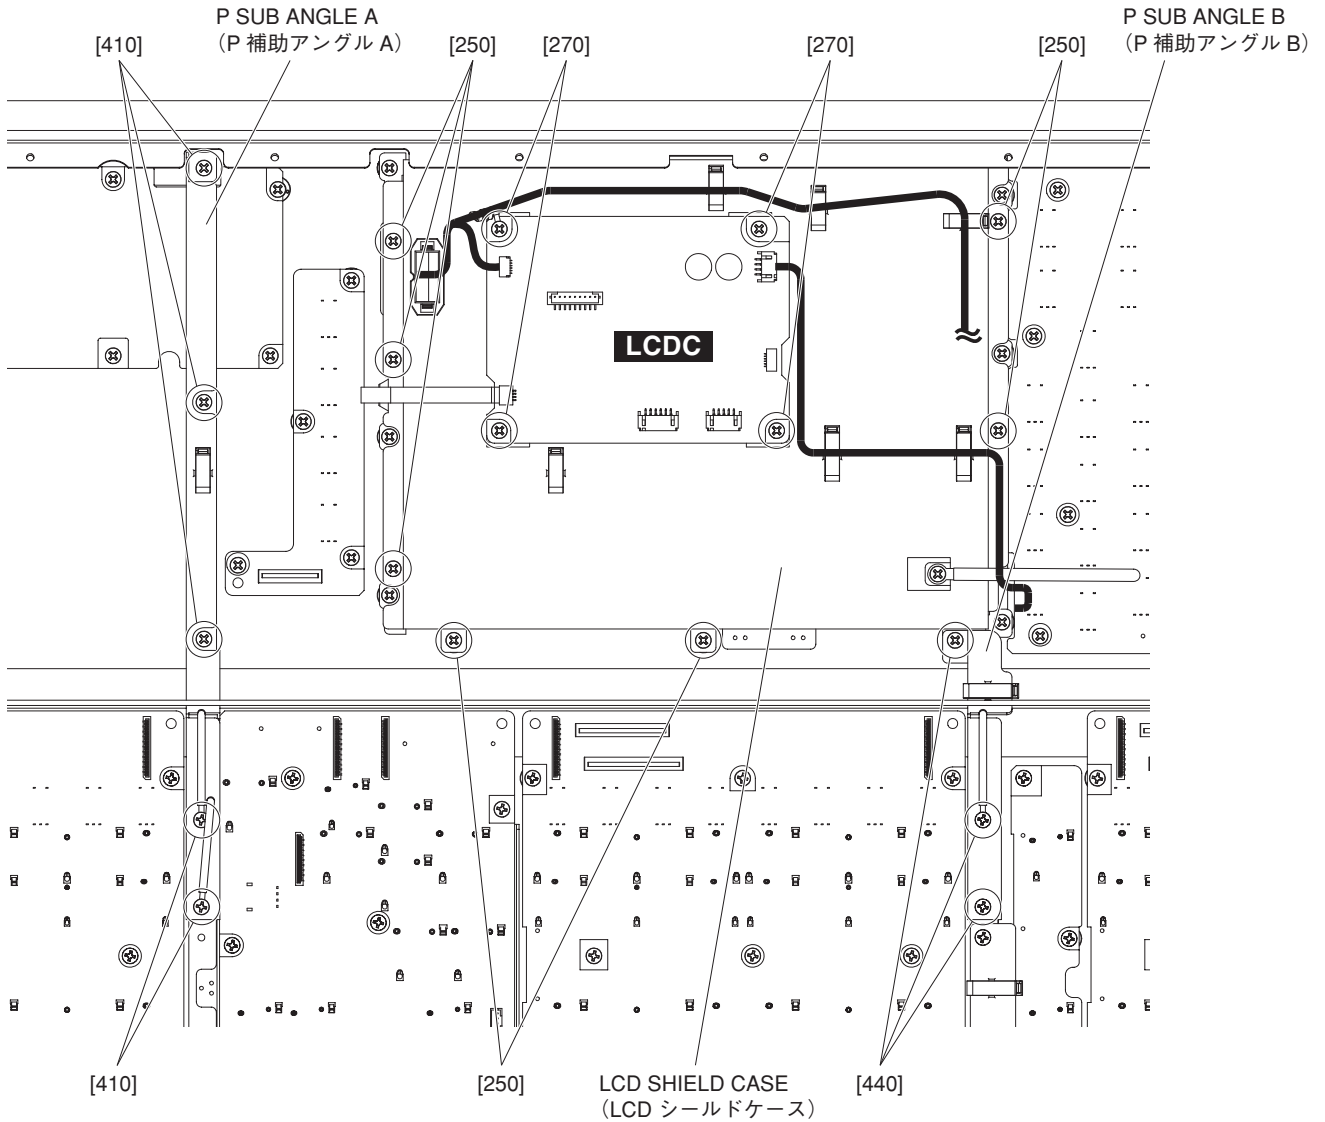

Fig. 5 (図5)
- B-1-2. Remove the four (4) screws marked [270]. The LCDC circuit board can then be removed. (Fig. 5)
- B-1-2. [270] のネジ 4 本を外して、LCDC シートを外します。(図5)
- B-2-3. Remove the three (3) screws marked [440]. The P sub angle B can then be removed. (Fig. 5)
- B-2-4. Remove the seven (7) screws marked [250]. The LCD shield case can then be removed. (Fig. 5)
- B-3-2. Remove the five (5) screws marked [410]. The P sub angle A can then be removed. (Fig. 5)
- B-2-3. [440] のネジ 3 本を外して、P 補助アングル B を外します。(図 5)
- B-2-4. [250] のネジ 7 本を外して、LCD シールドケースを外します。(図 5)
- B-3-2. [410] のネジ 5 本を外して、P 補助アングル A を外します。(図 5)